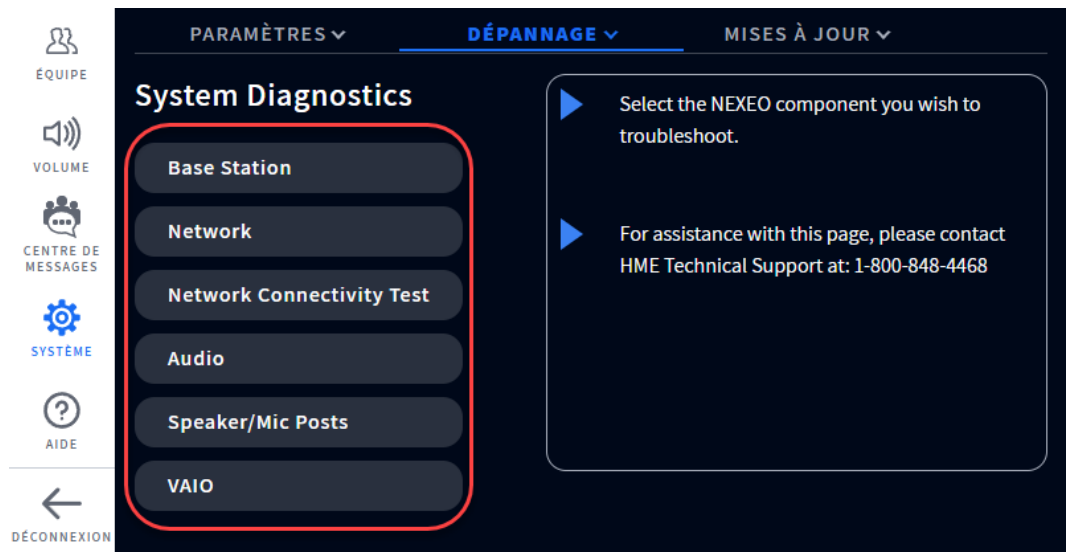

Fig. 15.2
**Diagnostics système suite :** Un retour d’information précieux sur l’état de chaque composant peut être obtenu en cliquant sur l’une des options de composant énumérées sous Diagnostic du système à la Fig. 15.2 (c’est-à-dire Station de base, Réseau, Audio, Poteaux de haut-parleur/Microphone, et VAIO).